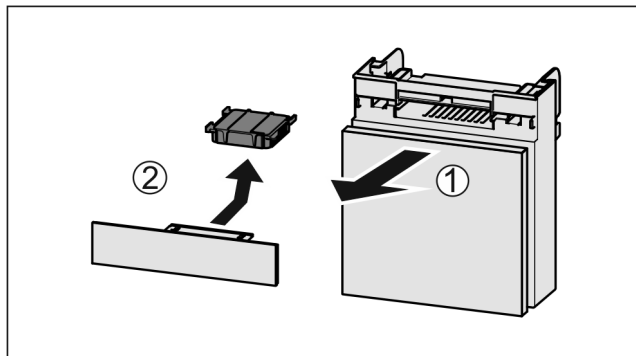

Fig. 45
- ▶ Издърпайте Fig. 45 (1) напред отделението.
- ▶ Извадете Fig. 45 (2) филтъра с активен въглен.